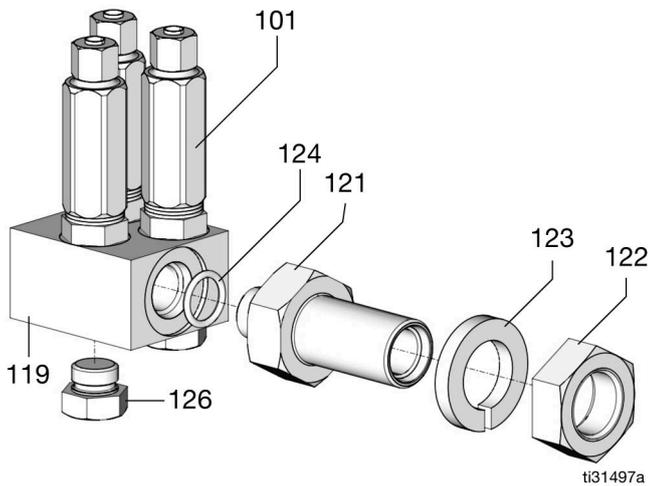
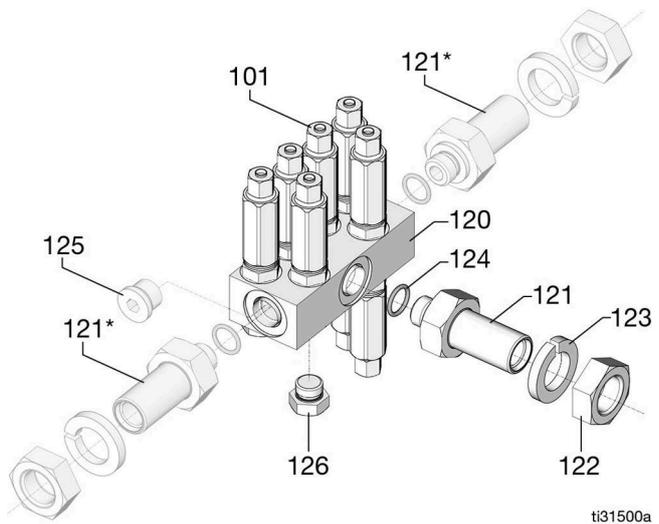
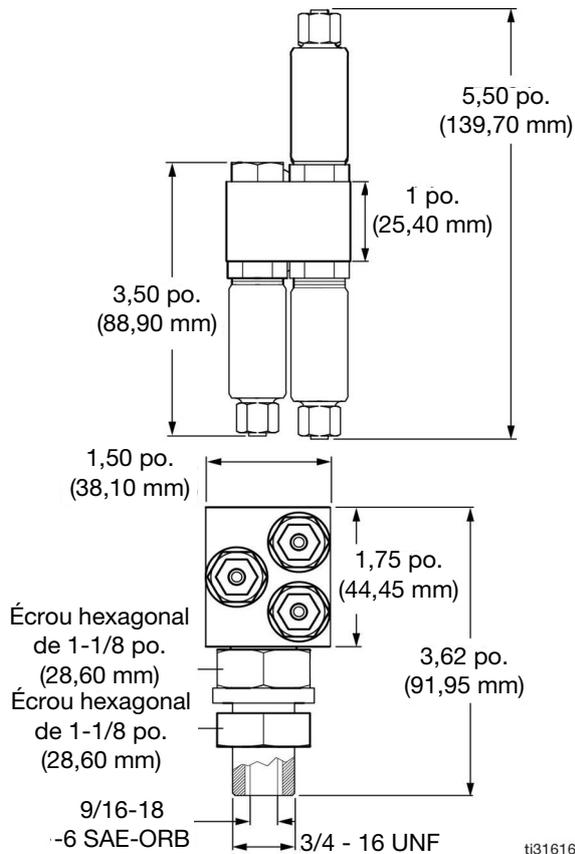

FIG. 39
FIG. 40
FIG. 41
- le collecteur à 6 orifices, utilisé sur les systèmes de lubrification à 6 points de lubrification ou moins (FIG. 39 et FIG. 41).
- le collecteur à 12 orifices, utilisé sur les systèmes de lubrification à 7 à 12 points de lubrification (FIG. 39 et FIG. 40).
* Sur la FIG. 40 la tige de collecteur (121) est illustrée telle qu'elle est montée dans l'orifice inférieur. Elle peut aussi être montée dans les orifices latéraux.
1. Placer la tige de collecteur (121) et le joint torique (124) dans l'orifice d'entrée du collecteur d'injecteurs (119 ou 120) (FIG. 39 et FIG. 40, page 54).
2. Utiliser des bouchons (126) pour fermer les orifices non utilisés du collecteur d'injecteurs (FIG. 39 et FIG. 40, page 54). Veiller à ce que le joint torique soit bien placé sur le bouchon. Si d'autres points de lubrification sont nécessaires, il est possible de retirer ces bouchons et de mettre en place des injecteurs de taille adéquate ainsi que des conduites de lubrifiant.